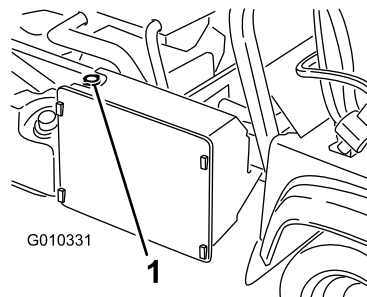

图 54
3. 拆下散热器盖图 54。
7. 完成向散热器加注然后安装盖子图 54。